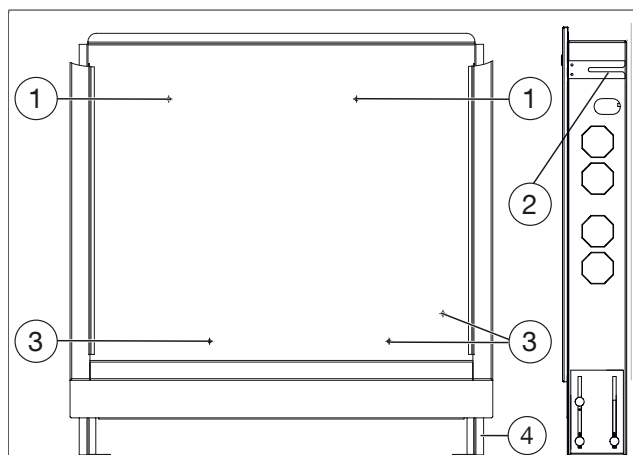
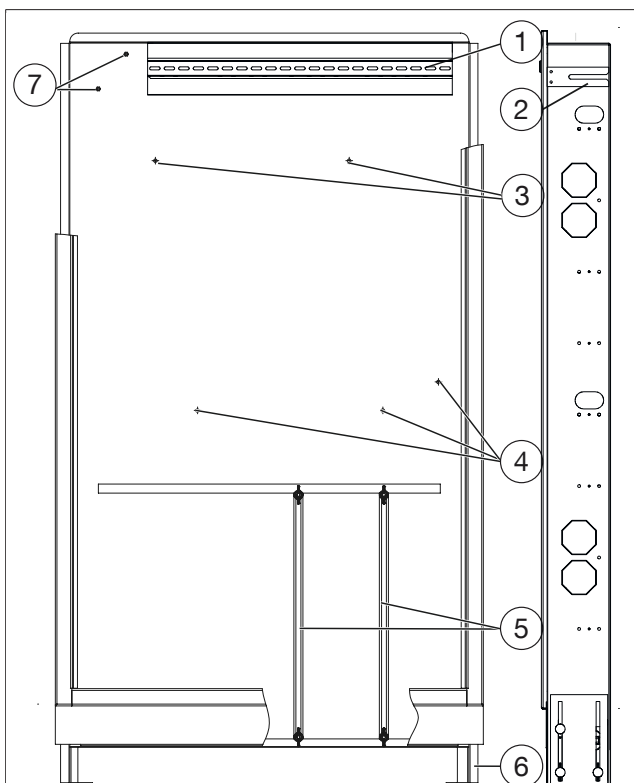

Fig. 1: Construction coffret pour pose encastrée 1344596
Fig. 2: Construction coffret pour pose encastrée
5. Fixer le coffret aux pieds et aux étriers (voir Fig. 1 auf Seite 26 (2) et Fig. 2 auf Seite 27 (2)).